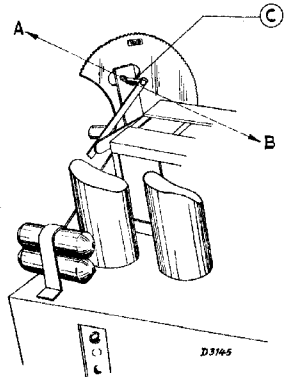

Fig. 5
5. Apparaat hierop afstemmen. Indien de aanwijzing te hoog is de stift C (na losdraaien van de moer) in de richting A, indien aanwijzing te laag is in de richting B verschuiven. (Zie fig. 5).